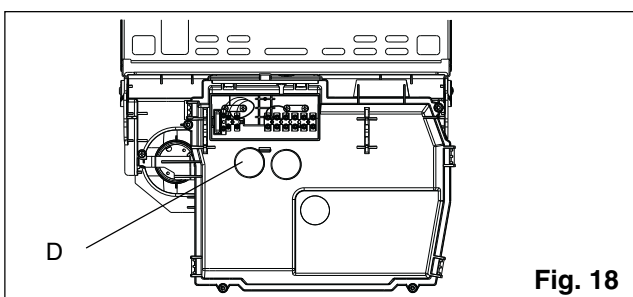

Fig. 18
- quitar el tapón **D** (fig. 18)
- volver a colocar el tapón **D** (fig. 18)